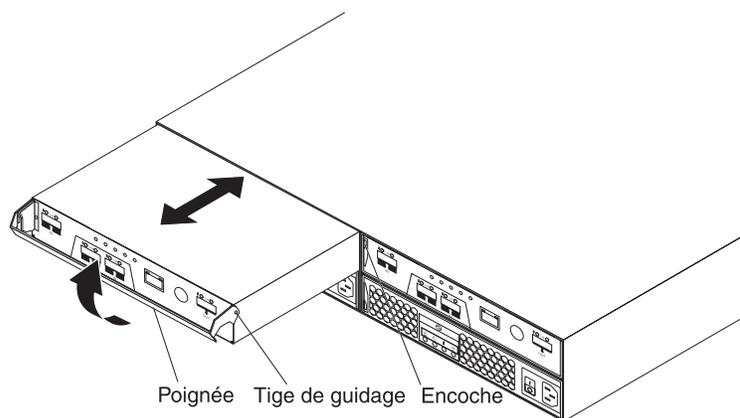

Figure 55. Retrait d'un contrôleur
- b. Tirez lentement sur la poignée pour l'écarter du boîtier et extraire le contrôleur de sa baie, comme illustré dans la figure 55.